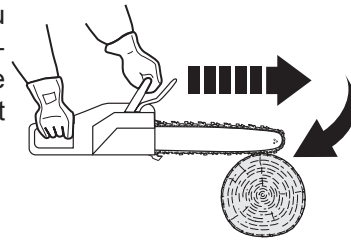

Fig. 36
- > Si la chaîne [6] est pincée au niveau du bord inférieur du guide-chaîne [7], l'appareil peut être projeté brutalement vers l'avant (Fig. 36).